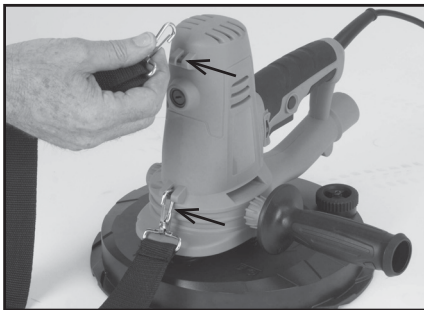

Fig. 2
- Attachez la bandoulière à la partie principale de la machine (si nécessaire) en l'accrochant aux goupilles de fixation. (Fig. 2)